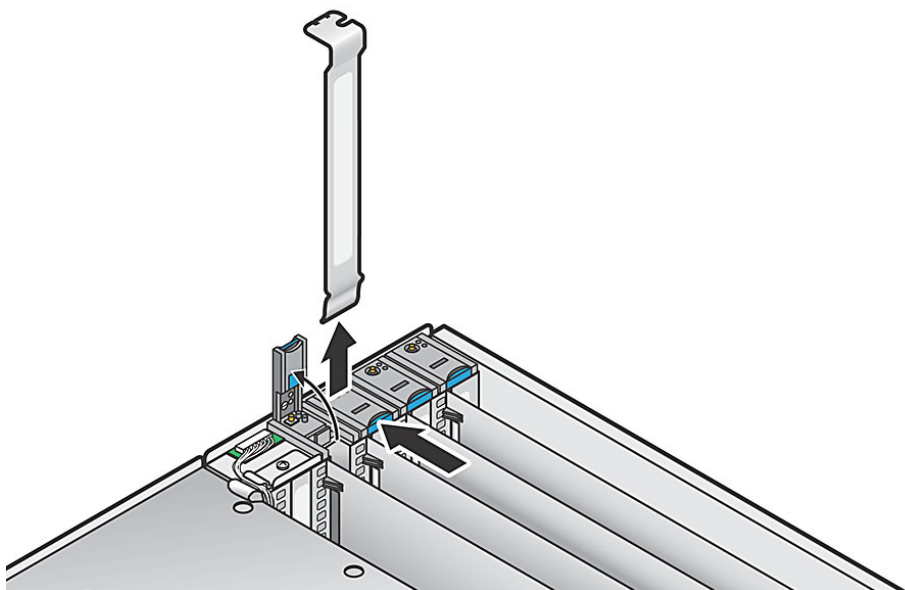

图 4-5 在具有 MRL 的垂直插槽中拆除或安装 PCI 卡
- 如果要替换的卡位于具有机械保持锁存器 (MRL) 的插槽中，请推动 MRL 末端的按钮，然后提起 MRL 的挡片（请参见图 4-5）。